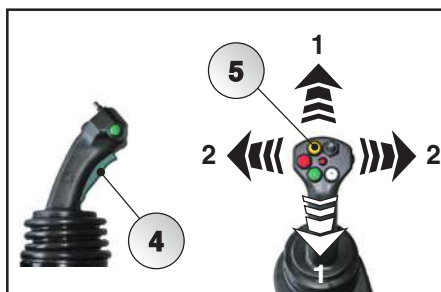

Fig. 5.79
Tenendo premuto il pulsante di sicurezza color verde (4) (uomo presente) e tenendo premuto il tasto giallo (5) è possibile muovere l'impugnatura del Joystick nelle direzioni indicate (Fig. 5.79) per alimentare i giunti rapidi come evidenziato in figura 5.80/81.